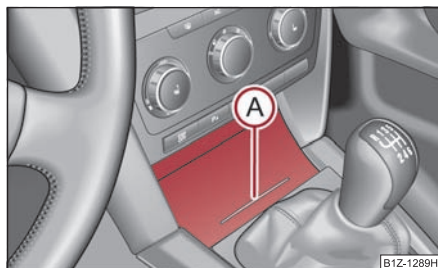

Fig. 122 Consola central, delante: Portaobjetos
- Presione la parte inferior de la tapa del compartimento portaobjetos en la zona (A) ⇒ fig. 122 - la tapa se abrirá.